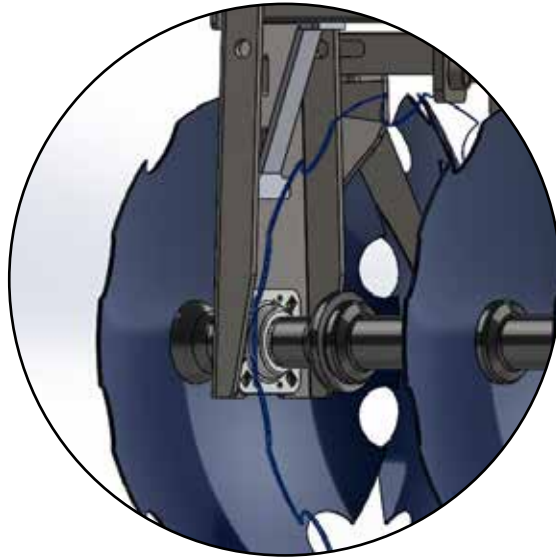

Imagen 1.2 - Detalle para posicionamiento de rodamiento y pierna
6. Para un correcto ensamble de pierna, rodamiento a la sección de discos es importante la posición de los mismos componentes como se muestra en la imagen 1.2.